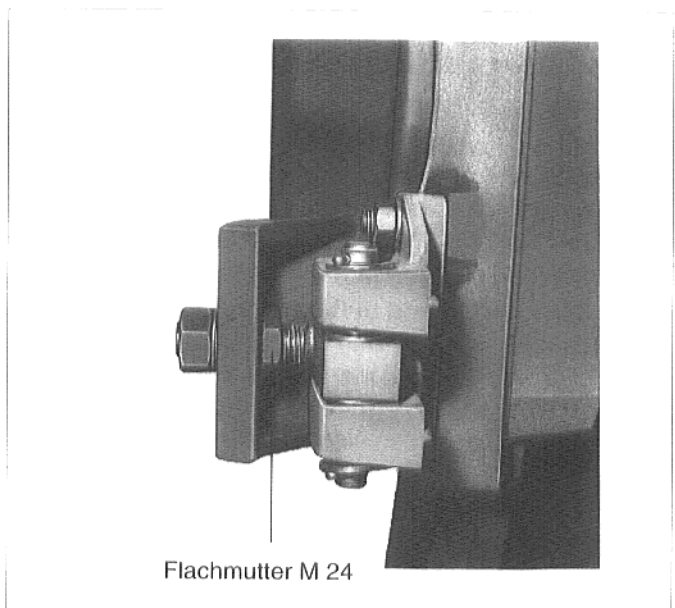

Abb. 26
- Flachmutter M 24 innen am Türscharnier, oben und unten bis zum Anschlag nach hinten drehen (Abb. 26).
- Die beiden Sechskantschrauben M 16 x 100 und die beiden Muttern M 24 über Kreuz fest anziehen. Die weiter oben erwähnte Flachmutter M 24 muß jetzt wieder nach vorne gegen die Befestigungslaschen der Brennertür geschraubt werden (Abb. 26 u. 27).